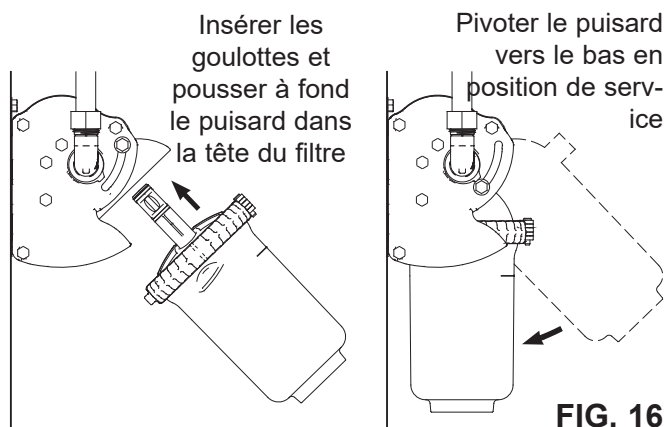

FIG. 16
N. B. : Pour éviter un écoulement d'eau imprévu de la tête du filtre, ne pas faire pivoter la tête vers le bas (position de service) si le puisard et la cartouche filtrante de remplacement ne sont pas en place (cf. Figure 16).
10. Pousser le puisard à fond dans la tête en insérant les offices du filtre dans les logements correspondants de la tête (cf. Fig. 16).